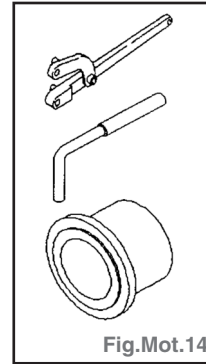

Fig.Mot.14
- Outils spéciaux (Fig.Mot.14).